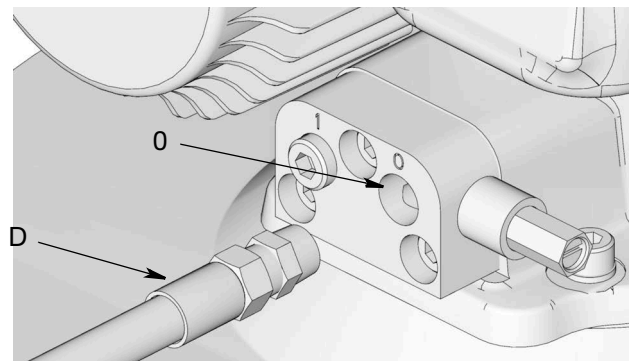

図 64: 潤滑剤出力接続
- タイマーコントローラー (F) (使用する場合、ユーザーが用意) を取り外します。
- ベントバルブまたはマニフォールドの上にある潤滑剤出力接続部 (0) (図 64) から高圧潤滑剤供給ライン (D) を取り外します。